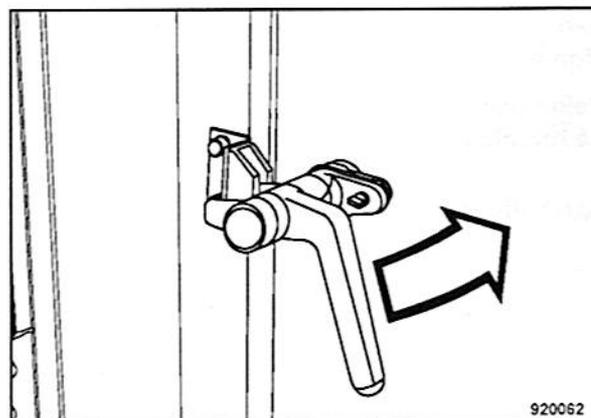

Fig. 97
- Abrir el enclavamiento (Fig. 97) de la ventana de la cabina.